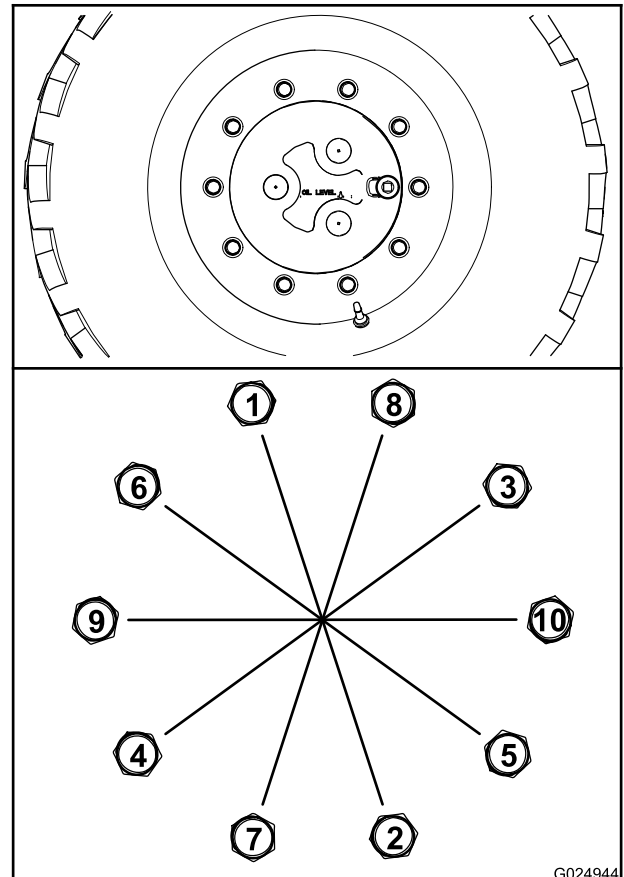

Bild 88
- A. Ziehen Sie alle Radmuttern in der in Bild 88 abgebildeten Reihenfolge auf 100 Nm an.
- B. Ziehen Sie alle Muttern in der in Bild 88 abgebildeten Reihenfolge auf 200 Nm an.
- C. Ziehen Sie alle Muttern in der in Bild 88 abgebildeten Reihenfolge auf 300 Nm an.